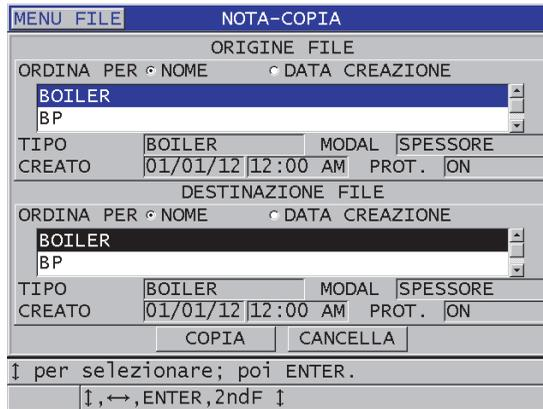

Figura 11-25 Copia di una tabella delle note da un file all'altro
3. Nella schermata **NOTA-COPIA** (vedere Figura 11-25 a pagina 221):